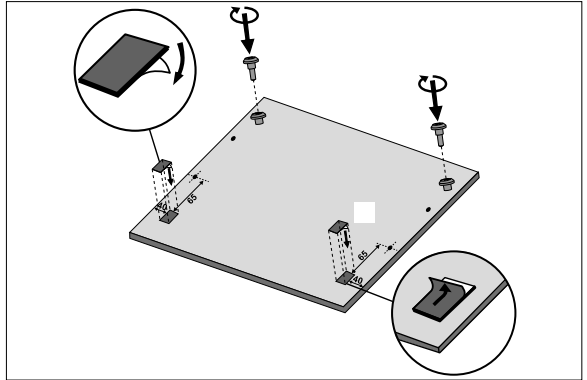

Abb. 12
- ▶ Befestigen Sie die Montagezapfen an der Frontblende mit einem Kreuzschlitzschraubendreher (siehe **Abb. 12**).